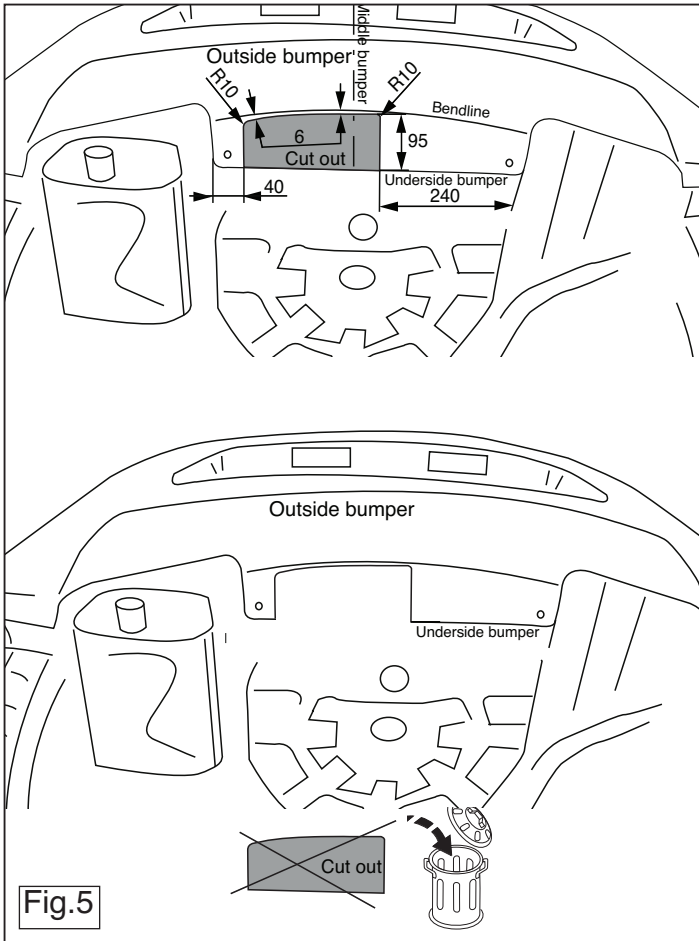

Fig.5
14. Выпилить обозначенную часть, как указано на рис. 5.